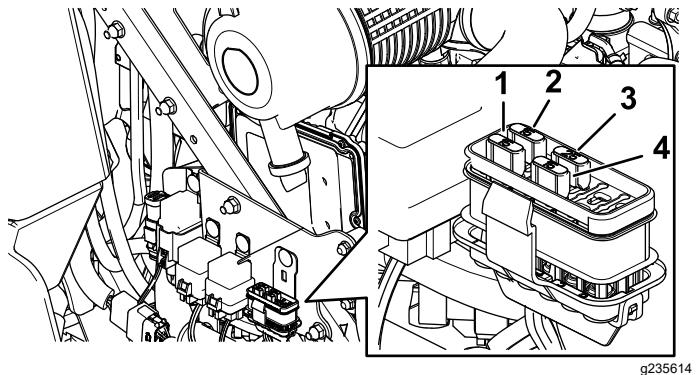

Figure 45
3. Remplacez le fusible (Figure 45).